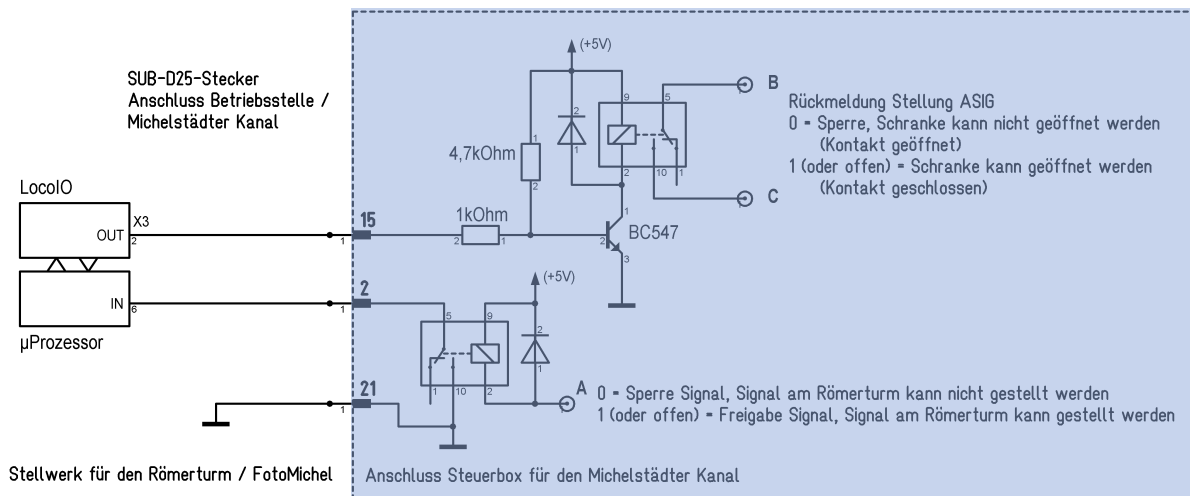

Abb. 2 Verwendung in einer Steuerbox „Methode einfach“
- Die Schaltlogik zur Freigabe der Sicherung des Bahnübergangs (Lichtzeichenanlage oder Schrankenanlage). Es muss kein Mikrocontroller sein, hier tut es möglicherweise auch die Einbindung der einfachen Relaistechnik (Verwendung der Anschlüsse **A**, **B** und **C**, siehe Abb.2 - das habe ich aber nicht realisiert, bei mir kommt ein kleiner Mikrocontroller zum Einsatz). Es ist nur wichtig zu wissen, dass an der Schnittstelle mit Spannungspegeln von 0V (Masse, GND) und +5V sowie einer Strombelastbarkeit von 20mA gearbeitet wird.
Schaltet man Abb.2 aus Krümelbahn Info 4 - Stellwerktechnik für die Modellbahn (<https://github.com/Kruemelbahn/Infoletter/blob/main/Kr%C3%BCmelbahn%20Info%204%20-%20Stellwerktechnik%20f%C3%BCr%20die%20Modellbahn.pdf>) mit Abb.2 in diesem Dokument zusammen, ergibt sich folgende Schaltung: